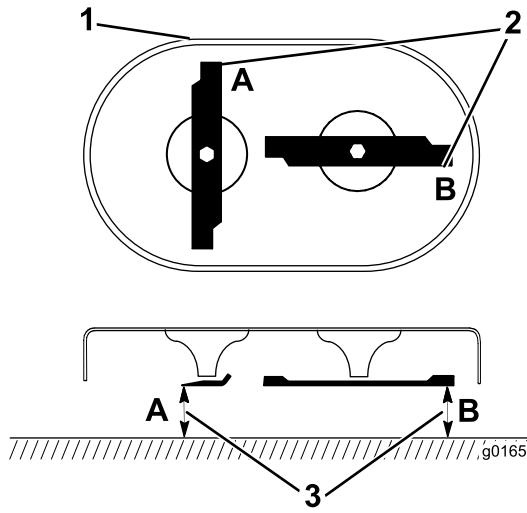

Figure 34
- Faites tourner les lames jusqu'à ce qu'elles soient dans la position indiquée à la Figure 34.